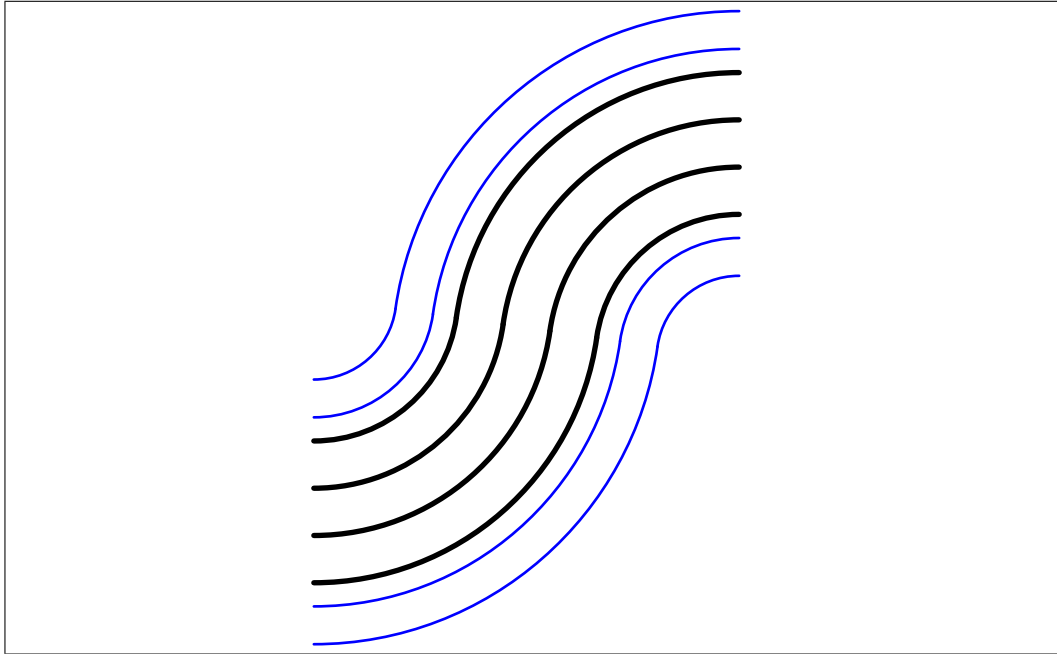

FIGURE 9: Le module 413 au 1 :20.
Il s'agit d'une chicane. Elle est composée d'un demi-droit (402) entouré par deux virages standards (407). Figure 9 page 8.